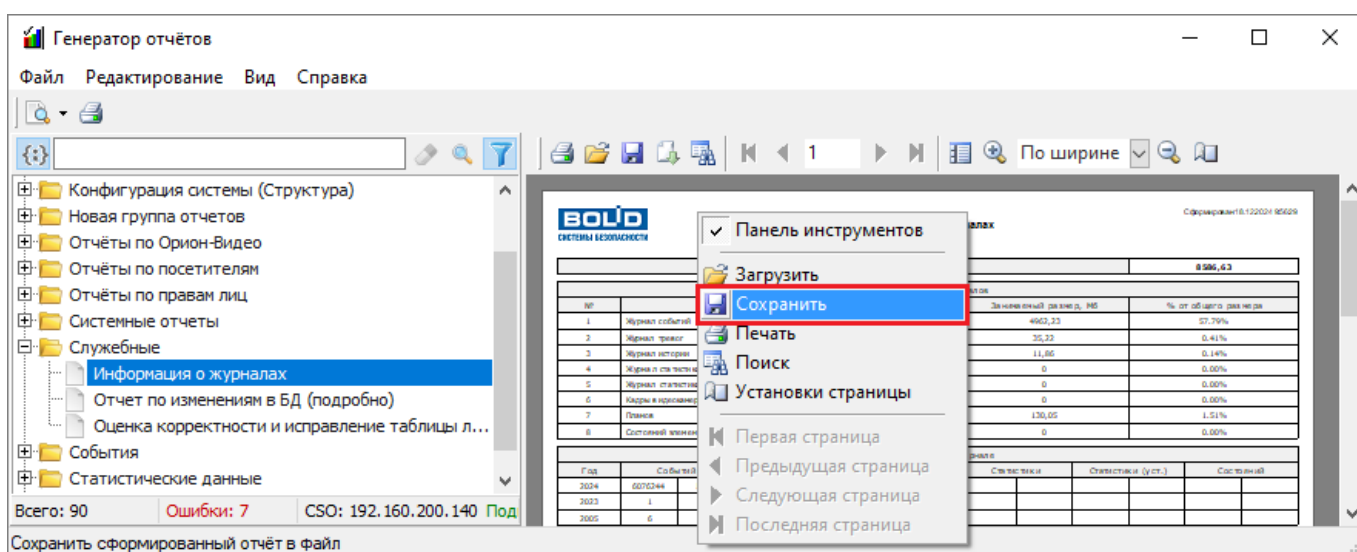

Рисунок 10-306 Сохранение отчета через контекстное меню области предварительного просмотра
- выберите в контекстном меню области предварительного просмотра (см. п. 10.5.5.1) пункт «Сохранить» (см. Рисунок 10-306),